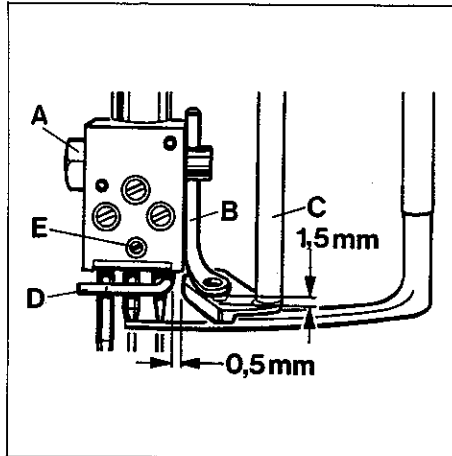

Fig. 42
Rotate pulley until the needle bar is at the bottom of its stroke. Loosen nut (A, Fig. 42) and set the up and down moving top cover thread guide (B) on needle holder to the distance of approx. 1.5 mm (1/16 in.) between guide (C) and up and down moving top cover thread guide (B). The eye of guide (B) should be positioned directly above the front end of the thread guide slot in the guide (C) (see Fig. 42). Retighten nut (A).
Set the needle holder thread guide (D, Fig. 42) as close as possible to the needles without pinching the needle threads. For adjustment loosen screw (E) and set the thread guide as required, make sure that thread guide (D) clears spreader thread guide (C) by 0.5 mm (.020 in.) when the needle bar moves up and down. Retighten screw (E).
Drehen Sie an der Handrad-Riemenscheibe bis die Nadelstange in ihrer untersten Stellung ist. Lösen Sie die Mutter (A, Fig. 42) und stellen Sie die auf- und abgehende Legfaden-führung (B) am Nadelhalter so, daß zwischen der Führung (C) und der auf- und abgehenden Oberlegfadenführung (B) ein Abstand von etwa 1,5 mm ist und die Öse der Führung (B) direkt über dem vorderen Ende des Fadenführungsschlitzes der Führung (C) steht (siehe Fig. 42). Ziehen Sie die Mutter (A) wieder an.
Stellen Sie die Fadenführung (D, Fig. 42) am Nadelhalter so dicht wie möglich zu den Nadeln, ohne daß die Nadelfäden eingeklemmt werden. Nach Lösen der Schraube (E) kann die Fadenführung entsprechend gestellt werden, beachten Sie, daß die Fadenführung (D) zur Legfadenführung (C) um 0,5 mm freigeht, wenn sich die Nadelstange auf und ab bewegt. Ziehen Sie die Schraube (E) wieder an.